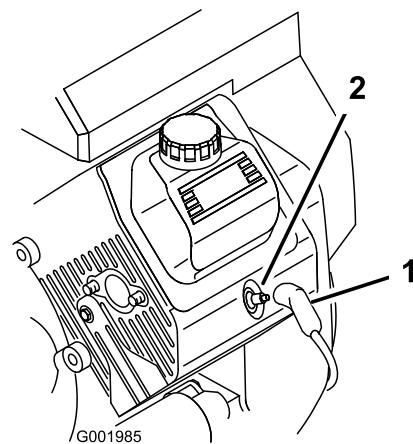

Figura 39
3. Puxe os cabos das velas (Figura 39).
3. Coloque os cabos nas velas de ignição (Figura 39).